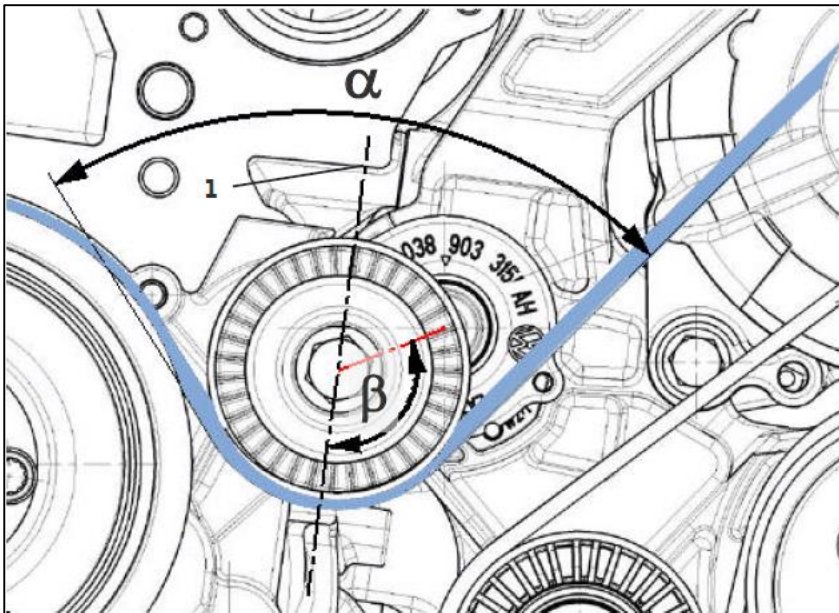

Abb.9: Riemenführung um den Riemenspanner (Darstellung 2.0l TDI-Motor)
Insbesondere kann eine von der Serie abweichende Riemenführung über die Umlenkrolle des Riemenspanners die Funktion des Riemenspanners erheblich beeinträchtigen. Die Winkelhalbierende (1) zwischen dem auflaufenden und dem ablaufenden Riementrum sollte im Arbeitsbereich nahezu rechtwinklig ( $\beta \approx 90^\circ$ ) zum Hebelarm des Riemenspanners verlaufen. (Abb. 9)